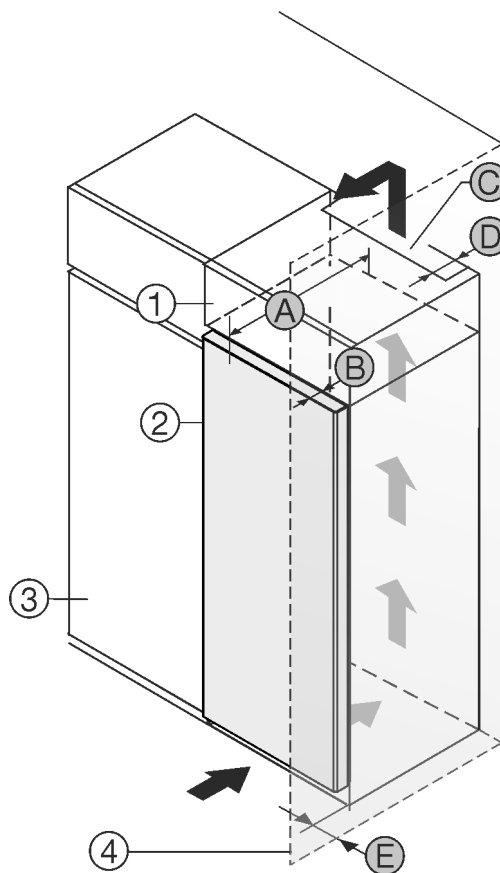

Fig. 1
- (1) Armario superior*
- (2) Aparato*
- (3) Armario de cocina*
- (4) Pared*
- (A) Profundidad del aparato*
- (B) Profundidad de la puerta*
- (C) Sección transversal de ventilación*
- (D) Distancia con respecto a la parte trasera del aparato*
- (E) Distancia con respecto al lateral del aparato*
Puede colocar el electrodoméstico directamente al lado del armario de cocina Fig. 1 (3)*.
En la parte trasera del armario superior debe haber una cámara de salida de aire con una profundidad Fig. 1 (D) que abarque toda la anchura del armario.*
Bajo el techo de la estancia debe mantenerse la sección transversal de ventilación Fig. 1 (C)*.
Si el electrodoméstico se instala con las bisagras junto a una pared Fig. 1 (4), la distancia entre el electrodoméstico y la pared debe ser de como mínimo 13 mm.*
Si el electrodoméstico se instala con las bisagras junto a una pared Fig. 1 (4), la distancia entre el electrodoméstico y la pared debe ser de como mínimo 20 mm.*
Para poder abrir totalmente la puerta, el electrodoméstico debe sobresalir la profundidad de la puerta Fig. 1 (B) respecto del frente del armario de cocina. El electrodoméstico puede sobresalir más en función de la profundidad de los armarios de cocina Fig. 1 (3) y del uso de distanciadores de pared.*